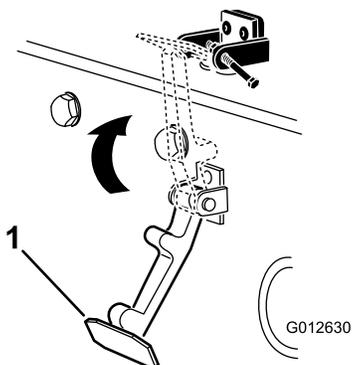

Рисунок 6
7. Введите защелку в зацепление с кронштейном защелки капота (**Рисунок 6**).